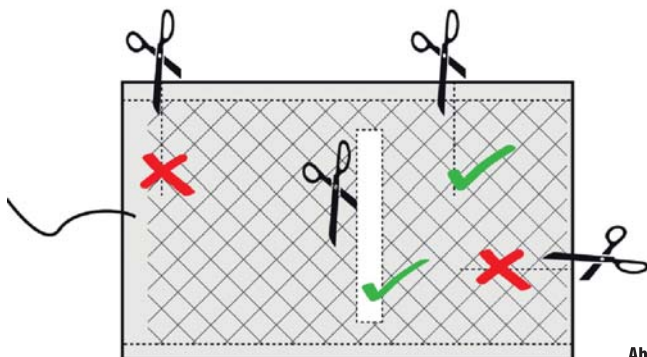

Abb. 1
09. Die Heizmatten dürfen auf keinen Fall in der Breite beschnitten werden, Längsschnitte sind nicht erlaubt, schmale Querausschnitte sind ebenso wie das Kürzen der Matte am dem Kabel entgegen gesetzten Ende möglich! (Seite 6; Abb. 1)